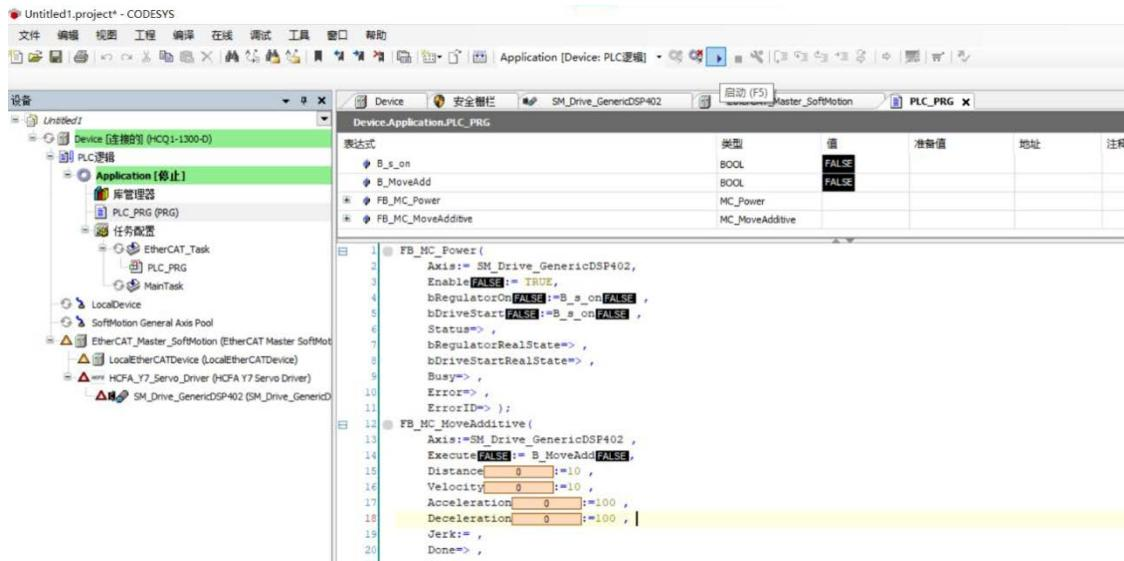

图 13-19 启动 PLC
1. 登录完成以后，点击【启动】，运行 PLC，如图 13-19 所示。